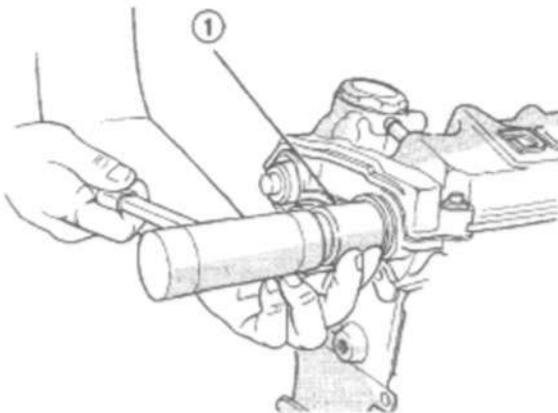

Рис. 14 Установка уплотнения распределительного вала
(1) На поверхности уплотнения вала не должно быть нагара, грязи или забоин. При необходимости – отшлифовать шкуркой зернистостью 400 ед.
(2) Установить уплотнения распределительного вала в головку цилиндров при помощи спец. приспособления MD-998306 заподлицо с головкой (Рис. 14).